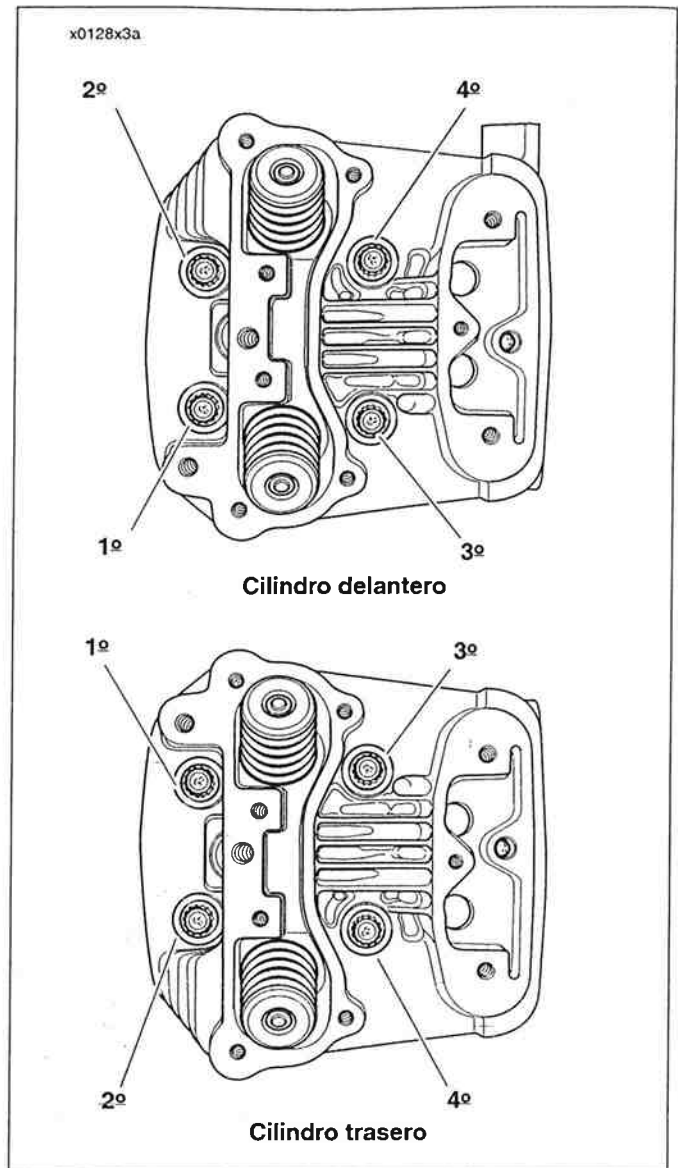

Figura 3-67. Secuencia de aflojamiento/apretado de los pernos de la culata
10. Vea la Figura 3-67. En cada culata de cilindro, empiece con el perno número 1, como se muestra. Aumentando la secuencia numérica (ejemplo - 1, 2, 3, 4), apriete los pernos de la culata en los siguientes pasos: